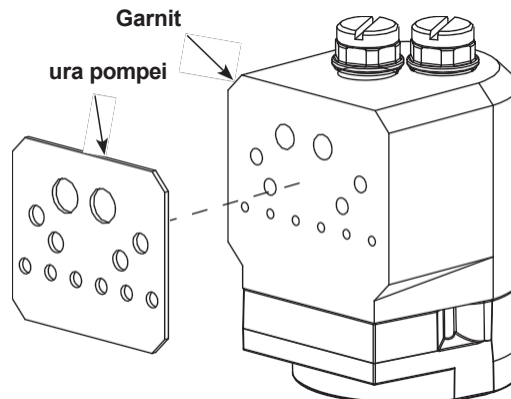

Figura 28 Înlocuirea garniturii pompei
1. A se vedea figura 28. Scoateți garnitura pompei din pompă.